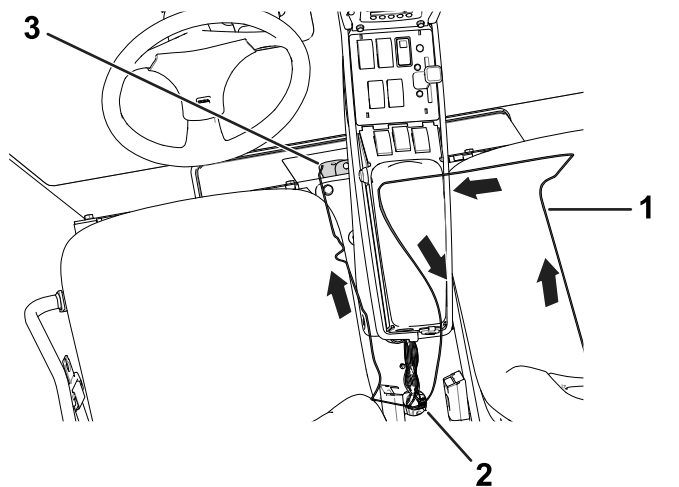
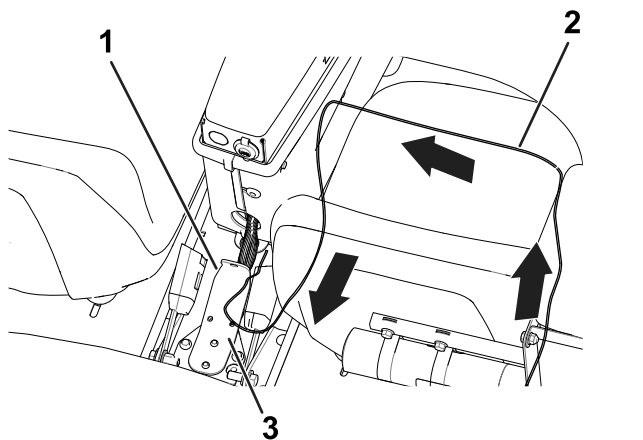

Figura 8
Figura 9
Encaminhe o tubo ao longo da cablagem existente através da abertura da consola (Figura 9).
Encaminhe o tubo ao longo da cablagem existente através da abertura da consola e para a frente da base do banco (Figura 9).
4. Prenda os tubos à cablagem existente com braçadeiras de cabos (Figura 9 ou Figura 8).